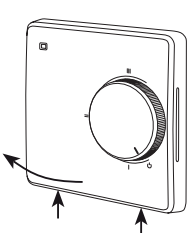

Рис. 4-1
- 1. Снимите лицевую крышку. Для этого тонкой шлицевой отверткой аккуратно поочередно надавите на защелки, расположенные снизу лицевой крышки терморегулятора, при этом потянув ее на себя (рис. 4-1).